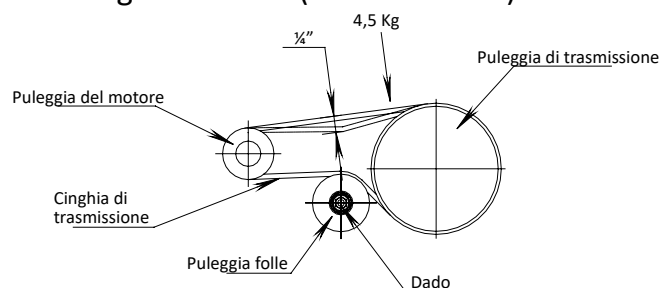

FIG 10.
- La cinghia di trasmissione è sul lato inferiore della saldatura del telaio del motore. Regolare la cinghia in modo che la cinghia si muova di 0,6 cm con 4,5 kg di pressione; regolare la tensione spostando la puleggia di rinvio della trasmissione, poi serrare tutti i dadi (vedere FIG 10)